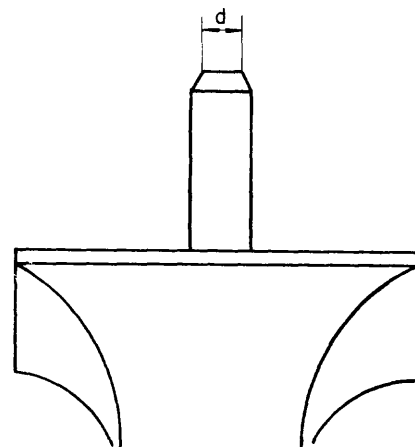

Fig. 2
- a Chaflane el material para facilitar el inicio de la operación (fig. 2).